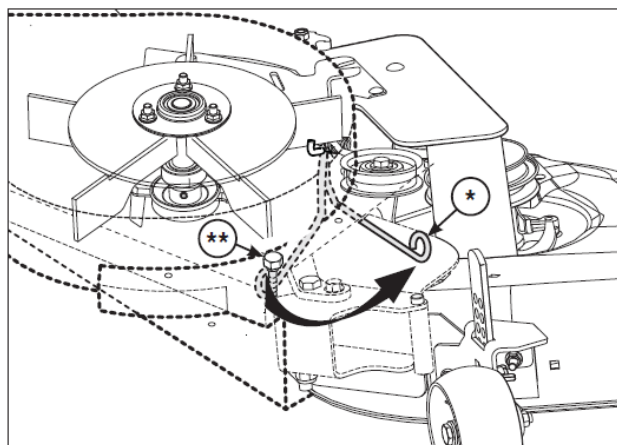

図 22
2. テンションベルトレバー(図 22 の*)をボルト(**)から外してください。